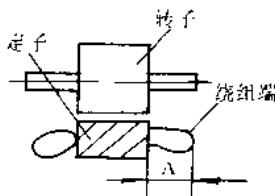

图7 电机绕组端部
(1)首先从压缩机上拆下定子，记清定子出线部位作好记号，记住接线柱插头上接线位置，用尺量一下绕组端部位置的长度如图7所示(此点很重要，因压缩机机架内部位置是非常紧凑的，如稍不注意，则安装时绕组端部会挤压机架，造成短路，端部过长，就更无法装进机架)。